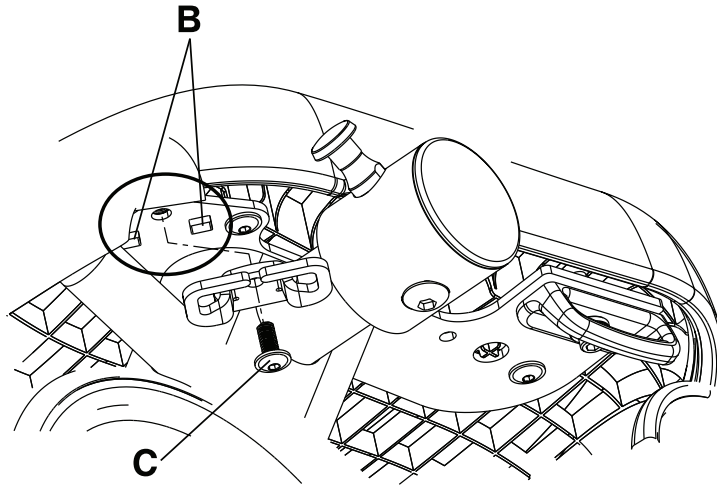

Figura 4-34: Instalación del soporte del cinturón ventral
- a. Coloque las dos lengüetas (A) en el soporte (Figura 4-33 de la página 4-52), en los orificios cuadrados de la soldadura del marco principal (B) (Figura 4-34 de la página 4-53).
- b. Instale el tornillo de cabeza redonda con reborde (0004-671-000) (C) en el orificio redondo del soporte para fijar el soporte del cinturón ventral a la soldadura del marco principal (B) (Figura 4-34 de la página 4-53). Con una llave dinamométrica de 3/8 in y una broca hexagonal de 3/16 in, apriete el tornillo a  $70 \pm 10$  in-lb ( $8 \pm 1,1$  Nm).